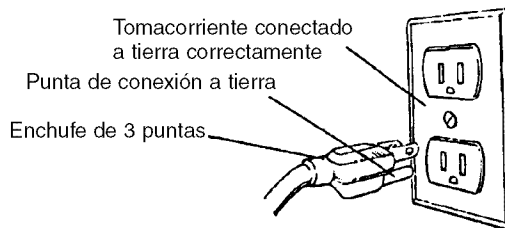

Figura 4 - Receptáculo de 3 puntas
- Esta herramienta viene equipada con un cordón aprobado con una capacidad nominal de 150 V y con un enchufe de conexión a tierra de 3 puntas (vea la Figura 4) para su protección contra los peligros de choque.
- El enchufe de conexión a tierra tiene que enchufarse directamente en un receptáculo del tipo de conexión a tierra de tres puntas, conectado a tierra e instalado correctamente, tal como se muestra (vea la Figura 4).